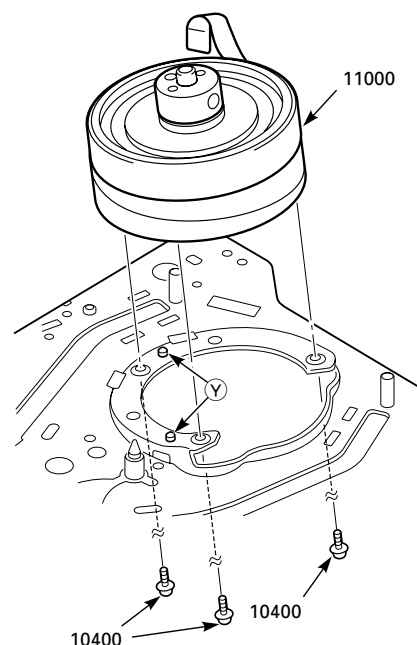

Fig. 8.38
- 3 Schrauben (10400) auf der Unterseite des Laufwerks lösen und die Bandtrommel kpl. (11000) herausnehmen (Fig. 8.38).
Einbau: Beim Einbau die Bandtrommel kpl. (11000) auf den beiden Passstiften (V) der Montagefläche positionieren (Fig. 8.38). Die Schrauben (10400) mit einem Drehmoment von 3.9 bis 4.2kg/cm festziehen.